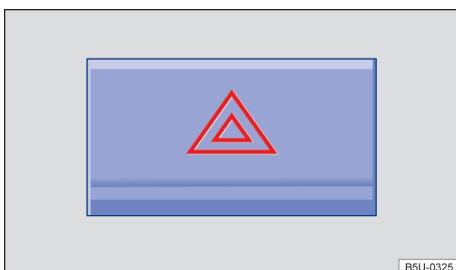

Fig. 40 Na parte superior do console central: interruptor das luzes de advertência.
2. Ligar as luzes de advertência com o interruptor ▲ → Fig. 40.
As luzes de advertência também podem ser desligadas ao pressionar o interruptor ▲ no painel de instrumentos → Fig. 40.